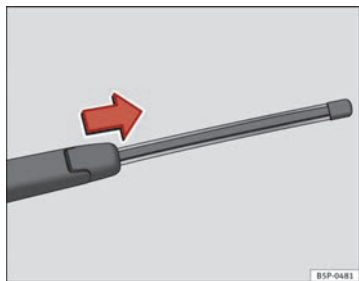

Fig. 139 Retrait du balai d'essuie-glace arrière
- Soulevez le bras de l'essuie-glace de la lunette arrière ⇒ fig. 139.
- Faites glisser l'adaptateur du balai dans le sens de la flèche et retirez le balai ⇒ fig. 139.